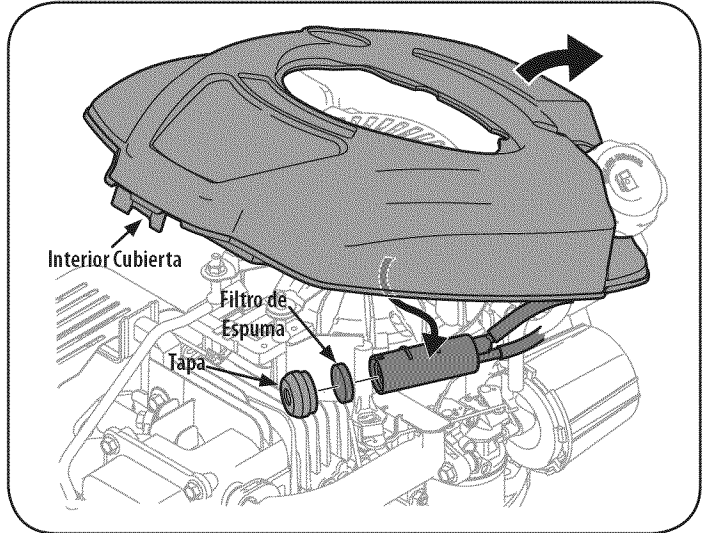

Figura 20
- Levante interior cubierta de motor y tire con cuidado montaje caja del filtro de carbono de bajo cubierta, como se muestra en la Figura 20.
- Retire la tapa del extremo del cartucho y tire el filtro de espuma y vuelta desde el interior del conjunto. Vea la Figura 20. Limpie o reemplace el elemento cuando está dañado.